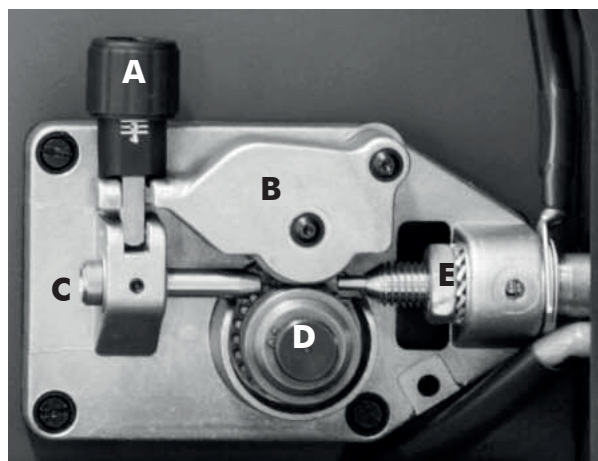

Figure 5
- Desserrer et abaisser le bouton en plastique (A) et relâcher le levier presse-fil (B)(Fig.5). Extraire les résidus de fil éventuels de la gaine guide-fil.
- Relâcher le fil de la bobine et le tenir serré avec une paire de pinces de façon à ce qu'il ne puisse pas se dérouler. Si nécessaire, le redresser avant de l'introduire dans le guide d'entrée (C) du fil. Y introduire le fil en le faisant passer au-dessus du galet inférieur (D) et dans la gaine guide-fil.
- Abaisser le levier presse-fil (B) et soulever le bouton en plastique (A). Serrer légèrement. Un serrage excessif bloque le fil et pourrait endommager le moteur. Une serrage insuffisant ne permettrait pas aux galets d'entraîner le fil.